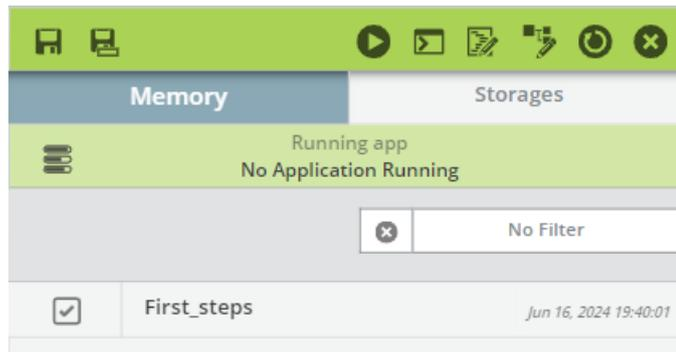

Figure 10 : Affichage de l'application `First_steps` dans l'onglet `Memory` de la fenêtre des applications VAL3.
Hypothèse : L'application `First_steps` est chargée dans la mémoire vive du contrôleur (voir la figure 10), ce qui donne accès au menu décrit dans la figure qui suit.
- L'application `First_steps` est chargée dans la mémoire vive du contrôleur (voir la figure 10).
L'application `First_steps` étant chargé dans la mémoire vive du contrôleur, allez dans la page décrite à la figure 10 (après 2 appuis successifs sur la touche **Back** ) si vous venez du menu décrit dans la figure précédente). La case correspondant à l'application étant cochée (ce qui place l'application « en haut » de la pile d'exécution si plusieurs applications sont chargées en mémoire vive (ce qui n'est pas le cas ici)), le lancement de l'application se fait en appuyant sur le bouton **Run** , (situé dans la barre du menu), puis en appuyant : sur la touche **Move/Hold**  du *Teach Pendant* une première fois, puis une seconde fois de manière constante, ainsi que sur le corps mort (le mouvement du bras s'arrêtant dès que la touche Move/Hold ou le corps mort est relâché).
Assurez-vous que l'application `First_steps` est bien arrêtée comme indiqué par le message **No Application Running**  affiché sur le *Teach Pendant* ; si ce n'est pas le cas, l'application peut être arrêtée en appuyant sur le bouton **stop** , situé en haut à droite du *Teach Pendant*. La case correspondant à l'application `First_steps` étant cochée (voir la figure 10), sa fermeture se fait en appuyant sur le bouton **Close** , situé en haut à droite du *Teach Pendant*, ce qui provoque son retrait de la mémoire vive (Memory).